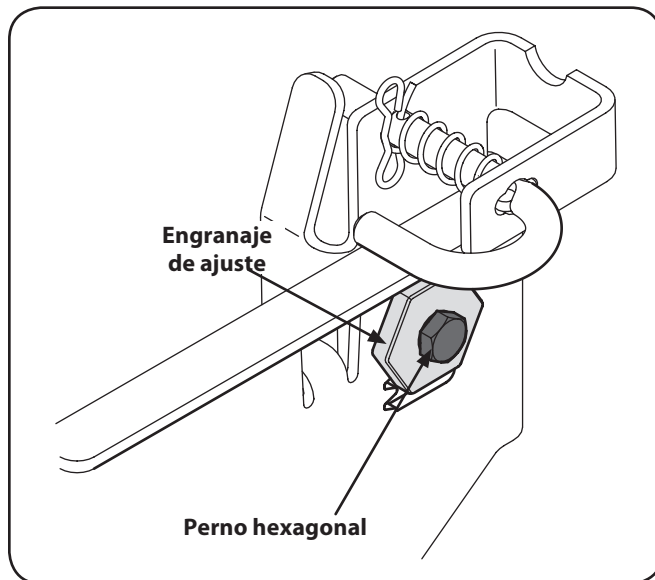

Figura 6-6
3. Afloje, pero NO extraiga, el perno de cabeza hexagonal ubicado en el gancho trasero izquierdo de la plataforma. Consulte la Figura 6-6.
4. Con una llave, levante o baje el lado izquierdo de la plataforma girando el engranaje de ajuste. Consulte la Figura 6-6.